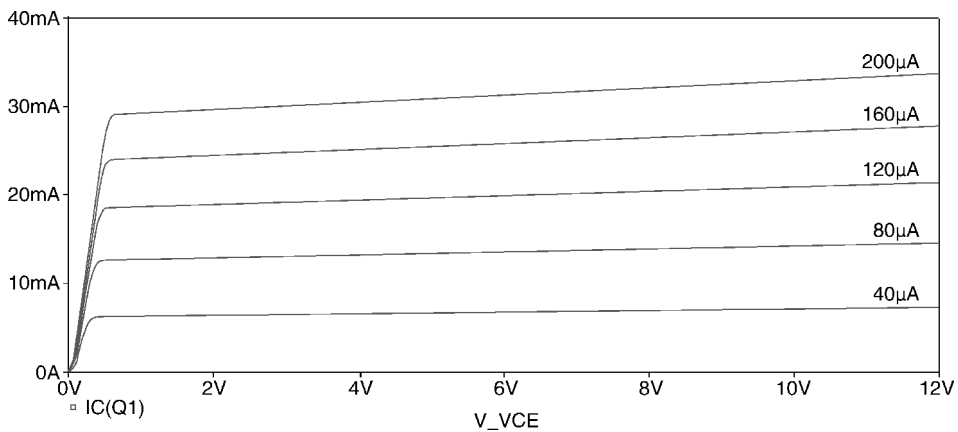

图 3.26 晶体管电流  $I_c$  随电压  $V_{ce}$  和电流  $I_b$  变化的直流嵌套扫描特性曲线
13. 选择菜单 **Plot > Label > Text** 输入文字, 设置字体颜色为银色, 然后添加晶体管基极电流, 如图 3.26 所示。